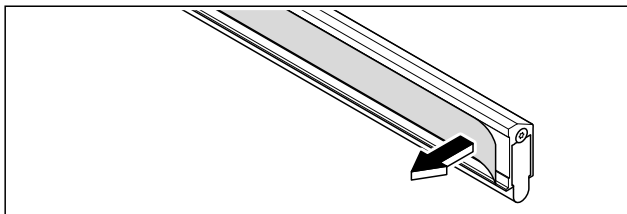

Abb. 13 Die Schutzfolie vom Klebestreifen vollständig entfernen
- 3. Die Schutzfolie vom Klebestreifen vollständig entfernen (Abb. 13).